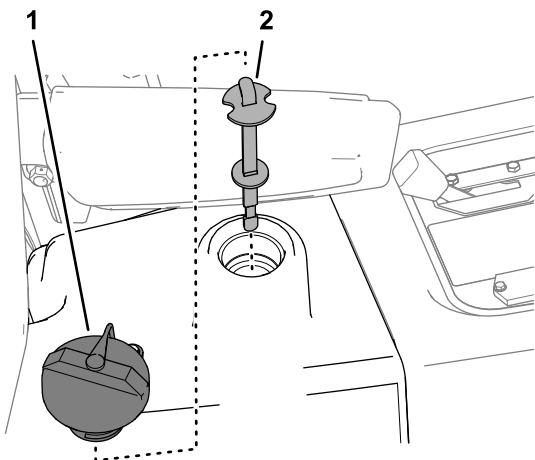

Figur 59
1. Fjern kølerdækslet, og tilsæt langsomt den foreskrevne kølevæske, indtil køleren er fuld (Figur 59).
2. Sæt kølerdækslet på (Figur 59).
3. Fjern dækslet fra køletanken, og påfyld den foreskrevne kølevæske, indtil tanken er halvt fuld (Figur 59).
4. Monter hættten på køletanken (Figur 59).